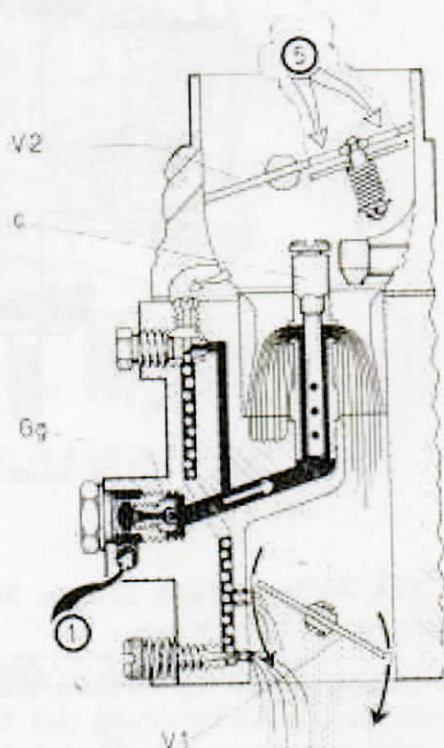

Abb. 8 Wirkungsweise beim Start (4)
Bei der Vergaserausführung 34 PCI (4) hat die **Starterklappe** (V 2) kein Luftventil (Abb. 8). Bei ihr ist die **Starterklappenwelle**, die sonst starr mit dem **Starterklappenhebel** verbunden ist, freibeweglich im Luftereinlaßstutzen gelagert. Sie steht unter dem Einfluß von zwei Rückdrehfedern. Die stärkere von ihnen liegt zwischen Vergasergehäuse und Starterklappenhebel und hält die Starterklappe stets offen. Wenn der Starterklappenhebel betätigt wird, schließt sich die Starterklappe. Da diese aber zugleich unter der Spannung der schwächeren Rückdrehfeder steht, die zwischen dem Starterklappenhebel und einem Mitnehmerhebel liegt, ist die Möglichkeit zu ihrer selbsttätigen Öffnung gegeben. Die für die Bildung des Startgemisches erforderliche Startluft wird zugeführt, indem die Starterklappe während des Startens in ein schnelles Spiel zwischen Öffnen und Schließen verfällt.